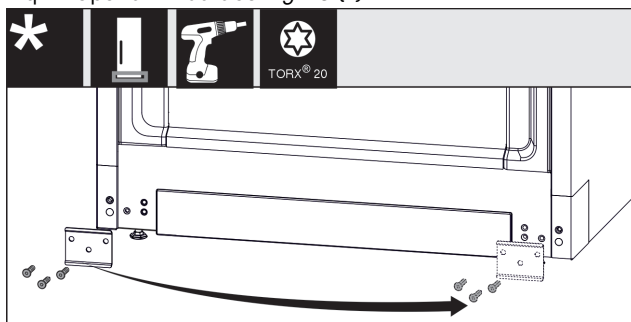

Fig. 19
- Lironi vidat e llamarinës Fig. 19 (1), kthejeni atë në anën tjetër dhe mbërthejeni sërish me vida.